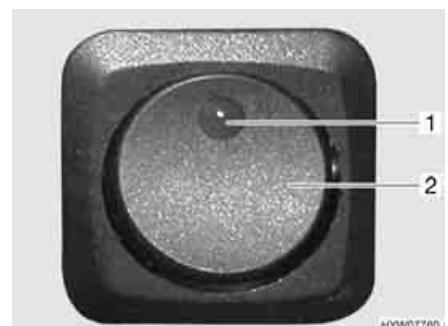

Fig. 20 Interruttore per riscaldamento degli specchietti
- Premere l'interruttore (Fig. 20,2). La spia rossa di controllo (Fig. 20,1) nell'interruttore indica il funzionamento.